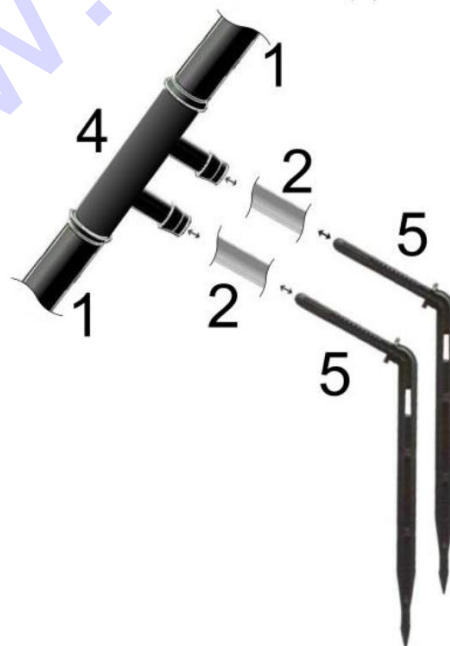

Рис.4
9. Нарезьте шланг для капельниц (2) в соответствии с Вашей схемой посадки.
10. Соедините малые разветвители (4) с капельницами (5) (Рис.4) при помощи Ваших нарезанных шлангов для капельниц (2).